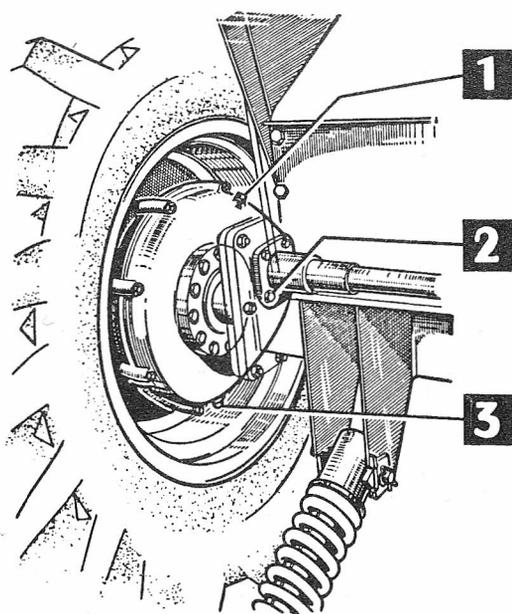

FIG. 49
Non abbisognano di altre manutenzioni che la sostituzione dell'olio ogni anno. Per questo servirsi dei tappi di carico (1 - fig. 49) e di scarico (3). Il livello si verifica togliendo la vite (2) del supporto interno pignone.